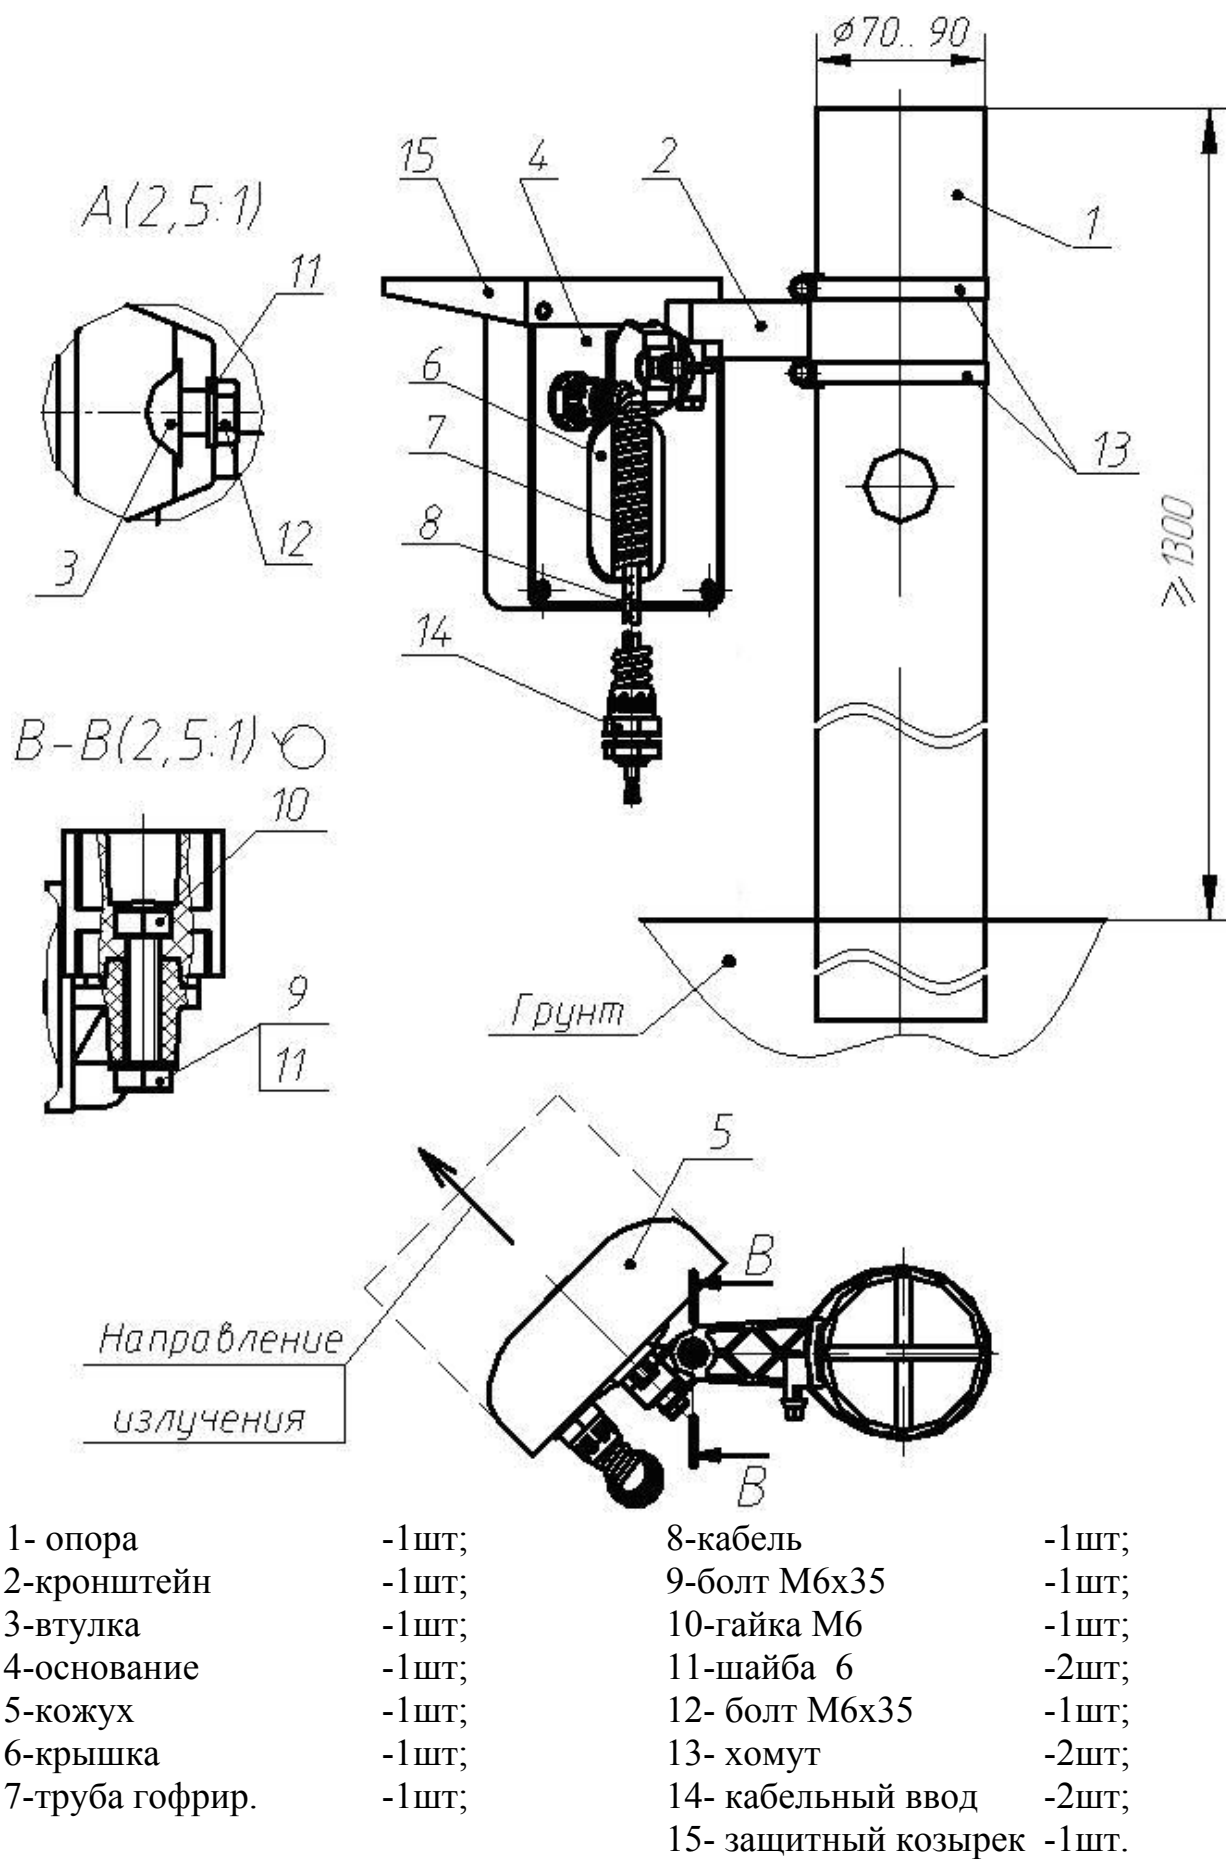

Рисунок 1.1 Внешний вид и установка извещателя на опоре
2.1.4.3 Снять крышку внешних органов управления 6 (рисунок 1.1). Внешние органы управления изображены на рисунке 2.3. При наблюдении за состоянием индикатора «Alarm» необходимо находиться сбоку или за извещателем.